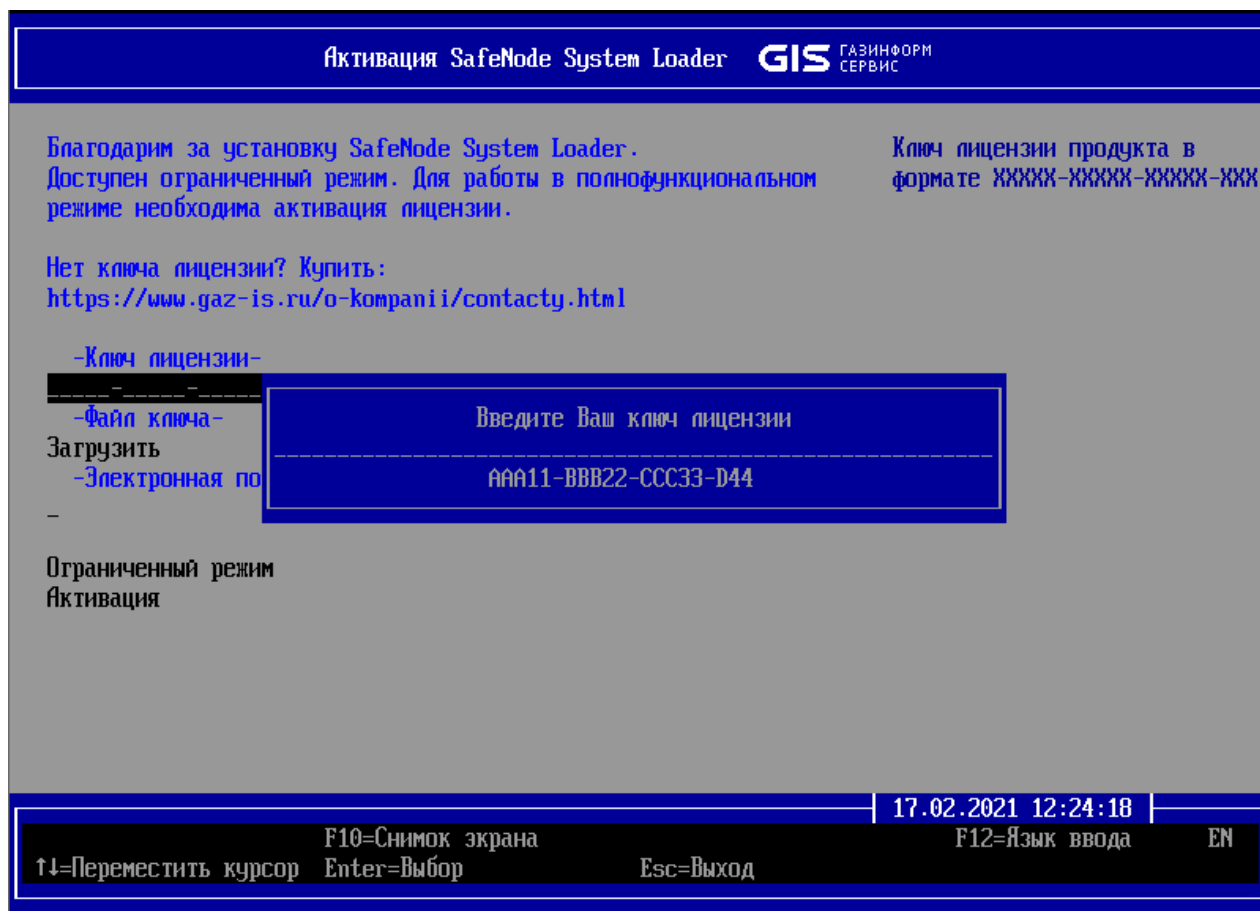

Рисунок 5.2 – Ввод ключа лицензии
5.2 В стартовом окне (рисунок 5.1) в поле **«Ключ лицензии»** следует нажать клавишу **< Enter >** и ввести ключ лицензии в формате **XXXXXX-XXXXXX-XXXXXX-XXX** (рисунок 5.2).